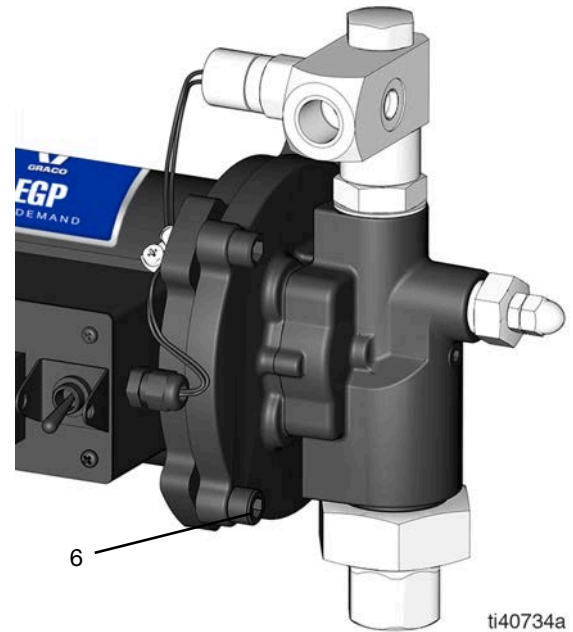

FIG. 22
- 13. Quite los cuatro tornillos Allen (6) con una llave de 8 mm (5/16 pulg.) llave hexagonal (FIG. 22).
2. Coloque y apriete los cuatro tornillos Allen (6) con una llave hexagonal de 8 mm (5/16 pulg.) (par de apriete de 27,1 Nm [20 lb-pie]) (FIG. 22).